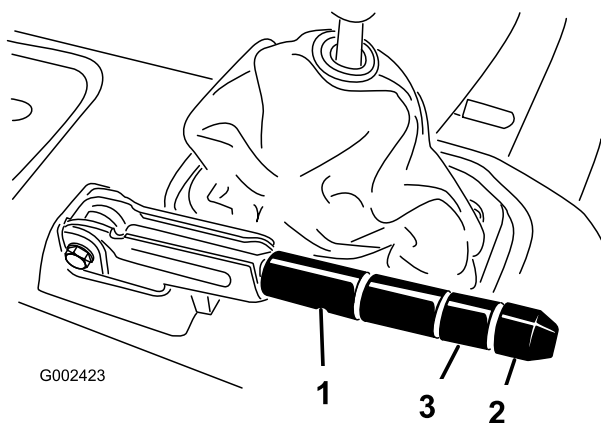

Figura 61
2. Allentate la vite a pressione che fissa la manopola alla leva del freno di stazionamento (Figura 61).